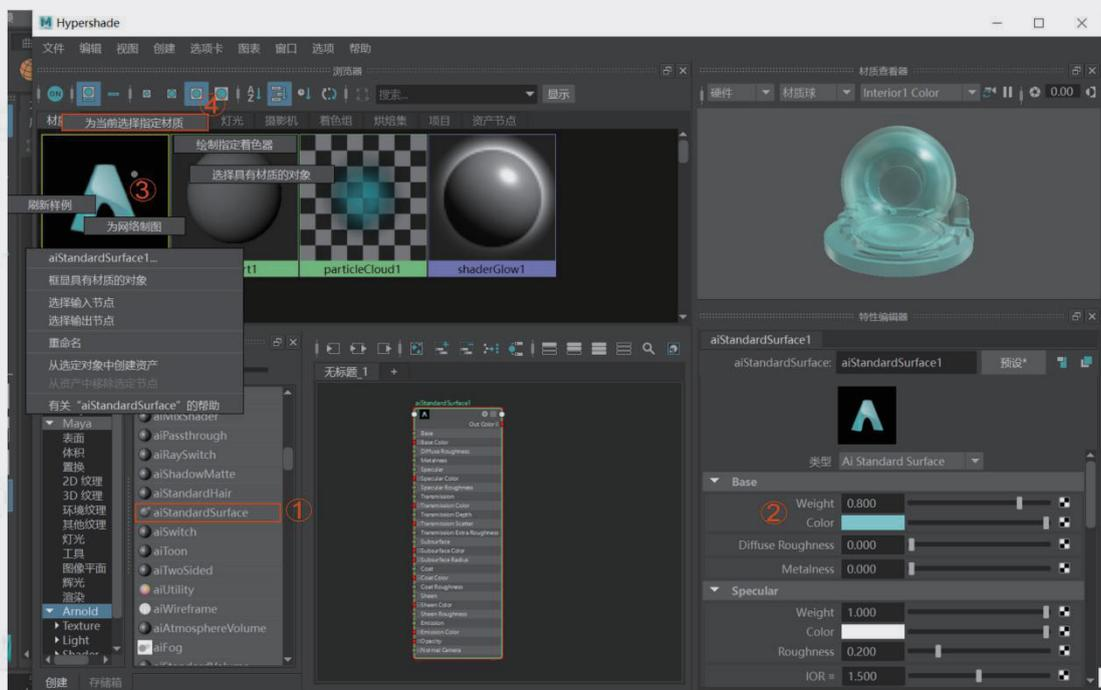

图3-9
**步骤4:** 在进行大量复制前, 先为顶点原子和晶体赋予材质。在菜单中选择“窗口”|“渲染编辑器”|Hypershader命令, 打开“材质编辑器”面板, 创建一个新的阿诺德万能材质球, 并设置好材质属性。在材质上右击, 在弹出的快捷菜单中选择“为当前选择指定材质”选项, 如图3-9所示。